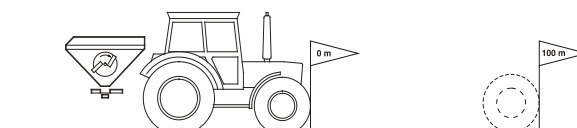

Fig. 13
- No campo, medir um trajeto de medição de exatamente 100 m. Marque o ponto inicial e final do trajeto de medição (Fig. 13).